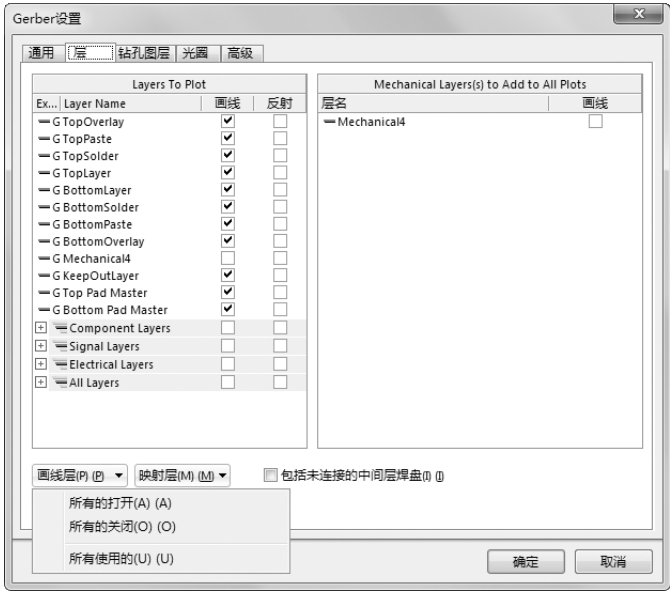

图 10-46 选择输出顶层布线层
(4) 在“层”选项卡中，单击“画线层”按钮，选择“所有使用的”选项，如图 10-46 所示，选择输出顶层布线层。